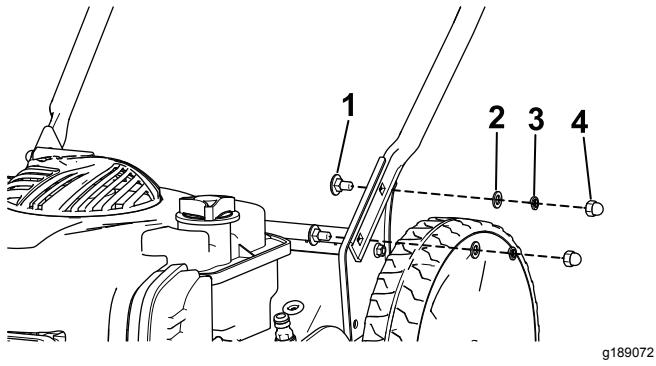

Bild 3
- Befestigen Sie den unteren Holm mit vier Schrauben, vier Flachscheiben, vier geteilten Scheiben und vier Muttern am Rasenmähergehäuse (Bild 3).